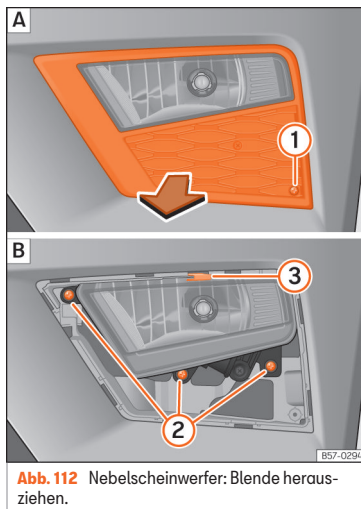
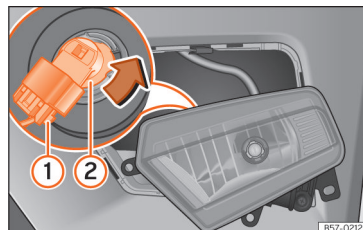

Abb. 112 Nebelscheinwerfer: Blende herausziehen.
Abb. 113 Nebelscheinwerfer: Lampenträger ausbauen
1. Schraube » Abb. 112 ① A mit einem Schraubendreher aus der Blende des Nebelscheinwerfers herausschrauben und Blende herausziehen.
2. Entfernen Sie die 3 Schrauben » Abb. 112 ② B.
3. Ziehen Sie die Metallklammer an der Oberseite des Nebelscheinwerfers zur Außenseite des Fahrzeuges ab ③ B und entfernen Sie den Nebelscheinwerfer.
4. Ziehen Sie den Stecker » Abb. 113 ① von der Lampe ab.
5. Drehen Sie den Lampenträger » Abb. 113 ② nach links und ziehen Sie.